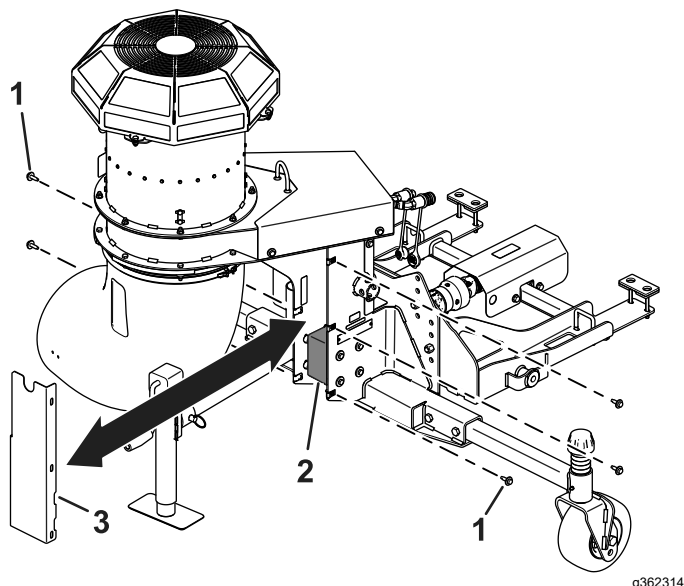

図 24
2. ギアケースのカバーをフロアに固定しているボルト5本とワッシャを外す 図 24。
3. カバーを外すと、フロアのギアケースがある 図 24。